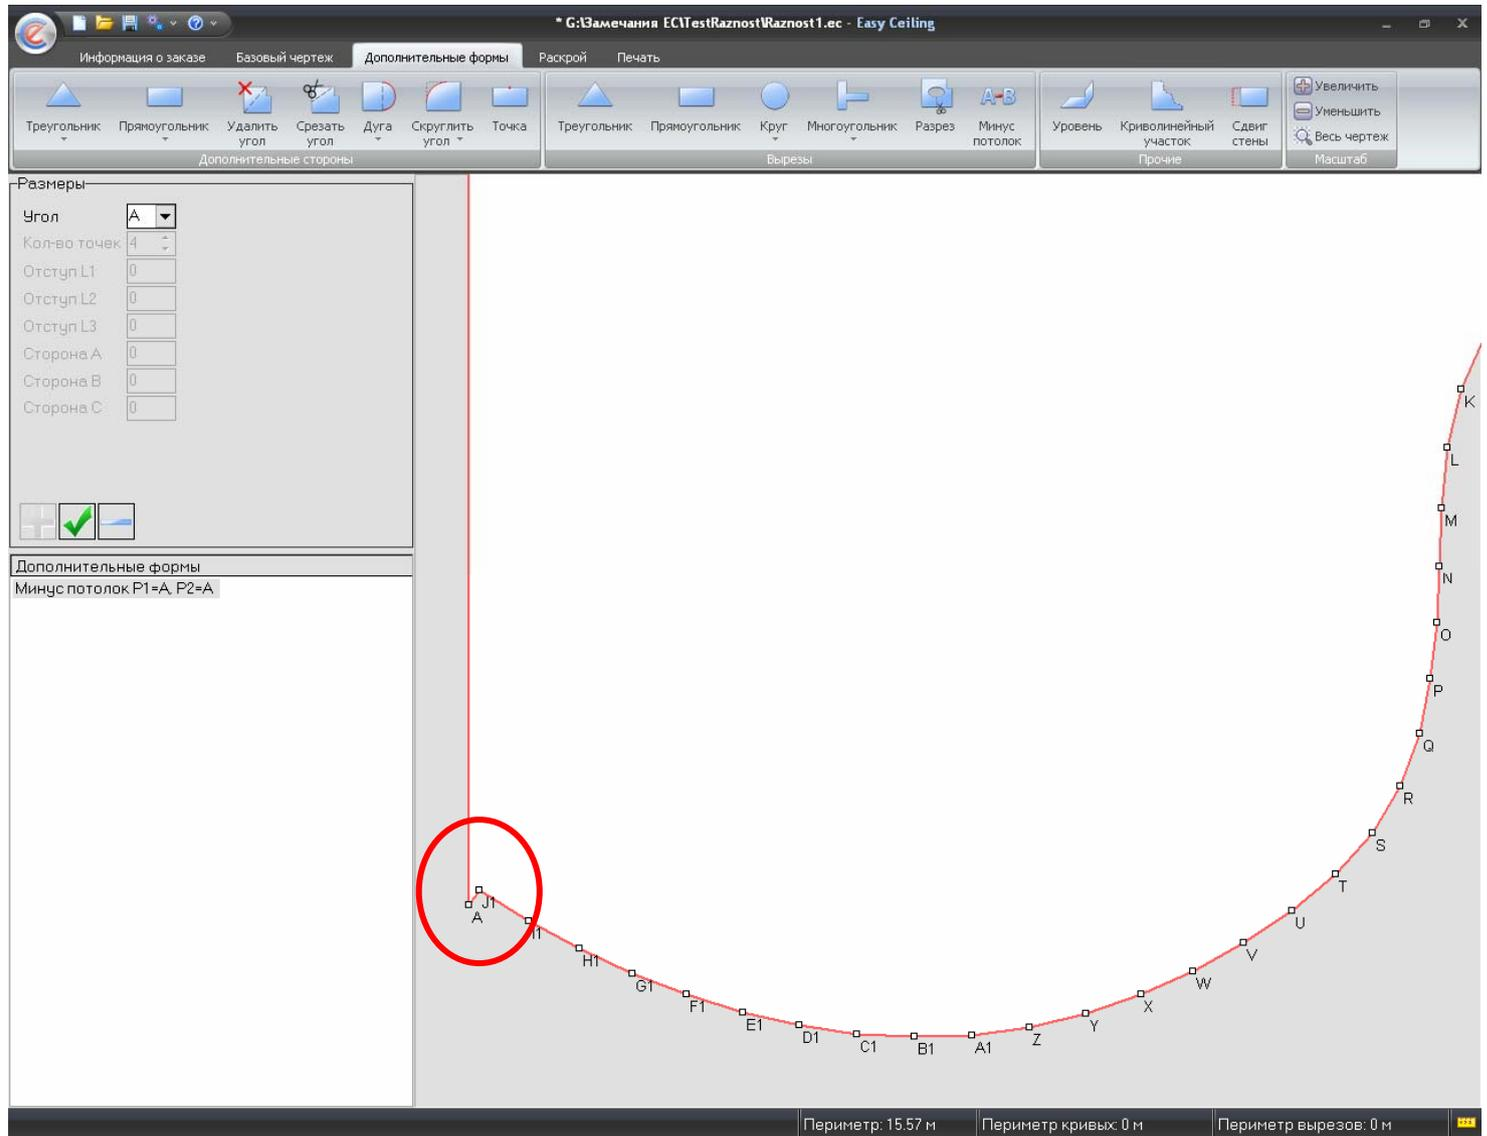

Рисунок 24 – Файл с применением дополнительной формы «Уровень»
- При загрузке файла для применения функции, алгоритм учитывает примененные к потолку дополнительные формы, то есть если в первом примере ко второму уровню был бы применен переход уровня, то получился бы не совсем правильный результат (рисунок 24), следовательно, применять дополнительные формы такие как «Уровень» и «Сдвиг стены» необходимо после применения функции минус потолок.;